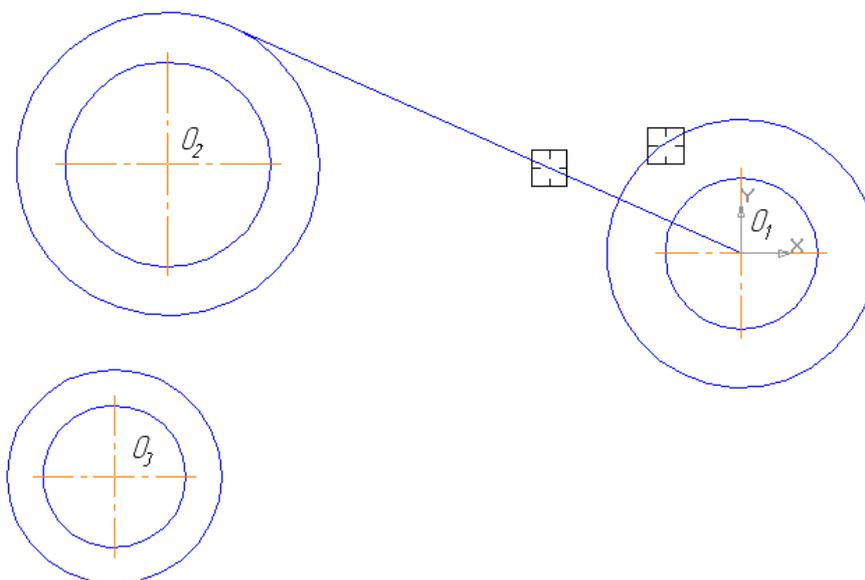
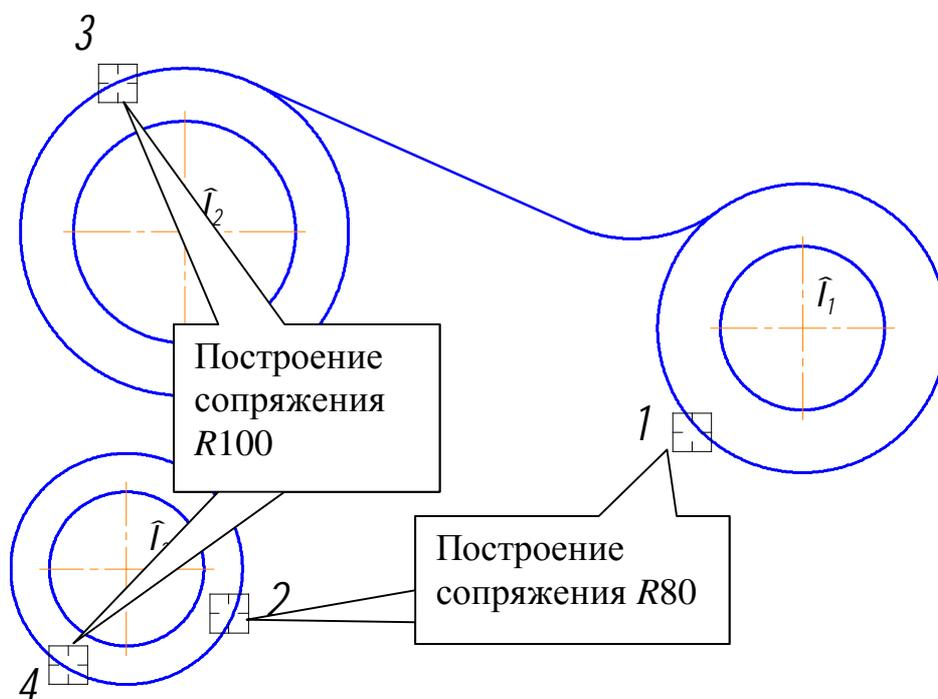
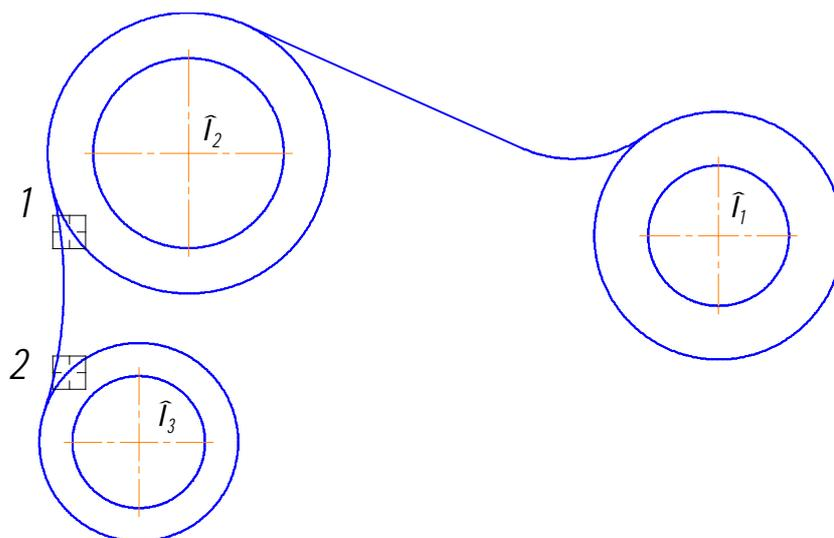

Рис. 77
Рис. 78
Рис. 79
4. Создайте сопряжения радиусами 30, 80, 100 мм, рис. 78.
Включите кнопку **Скругление**  на панели **Геометрия** . В поле **Радиус скругления** в Строке параметров введите значение «30». После этого укажите мишенью на отрезок и на окружность, рис. 77. Результат выполнения операции показан на рис. 78.
Аналогично постройте плавные сопряжения дугами $R100$ и $R80$ (рис. 78). При выполнении скруглений большое значение имеет место указания объектов. Если при выполнении скругления $R100$ Вы укажете окружности в точках 1 и 2, рис. 79, то система выполнит построение другого варианта сопряжения.